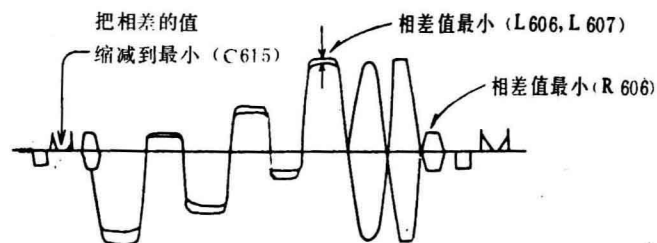

图 15
5. 调节电容器 C 615, 使得到如图 15 所示波形。
4. 调节 L606、L607 和 R 606 使得到的波形如图 15 所示。